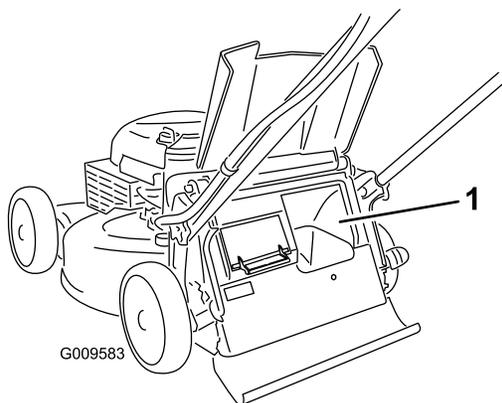

Рисунок 18
**Внимание:** Для обеспечения надлежащей работы, прежде чем передвигать рычаг включения сбора в мешок из одного положения в другое, удалите всю скошенную траву и мусор из дверцы для сбора в мешок и окружающего проема (Рисунок 18).